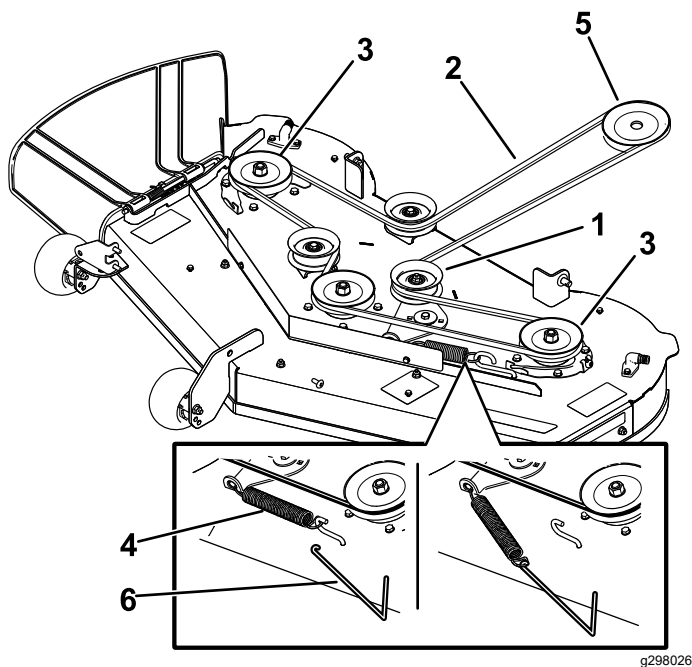

Figura 55
5. Servendovi di un attrezzo per la rimozione delle molle (n. cat. Toro 92-5771), sganciate la molla di rinvio dal gancio del piatto di taglio per eliminare la tensione dalla puleggia tendicinghia e togliete la cinghia dalle pulegge (Figura 55).
6. Montate la nuova cinghia attorno alla puleggia del motore e a quelle del tosaerba (Figura 55).
7. Servendovi di un attrezzo per la rimozione delle molle (n. cat. Toro 92-5771), montate la molla di rinvio sul gancio del piatto di taglio e mettete in tensione la puleggia tendicinghia la cinghia dalle pulegge (Figura 55).